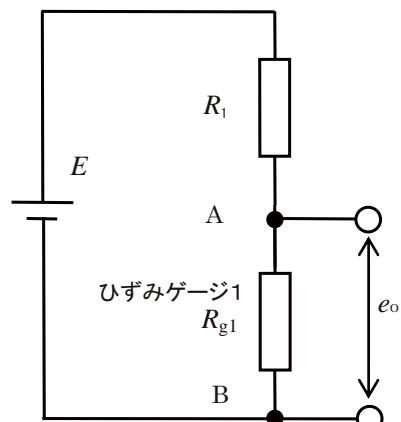

図2-2
(1) 図2-2に示す回路についてAB間の電圧 e_0 を、電源電圧 E 、抵抗 R_1 、ひずみゲージ1の抵抗 R_{g1} を用いた式で表せ。ただし、電圧はBを基準とする。
(2) ブレッドボード上に図2-2に示す回路を組む。抵抗 R_1 は $1\text{k}\Omega$ である。デジタルマルチメータのレンジを直流 2000mV にして、AB間の両端の電圧 e_0 を測定せよ。